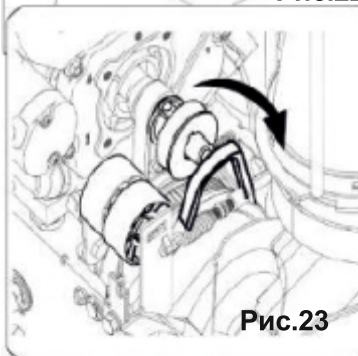

Рис.23
3. Снимите шнековый ремень со шкива двигателя (Рис.23).